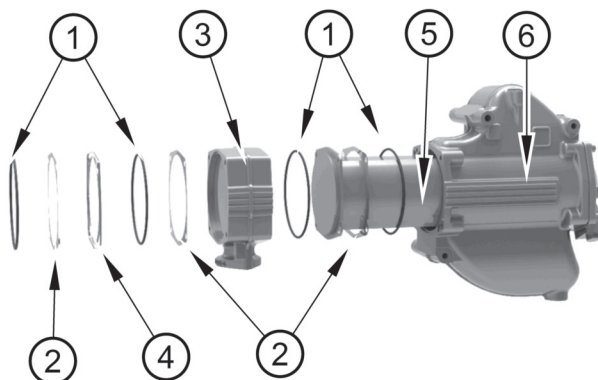

Figura 23
3. Il gruppo aftercooler può essere smontato come illustrato nella figura 23.